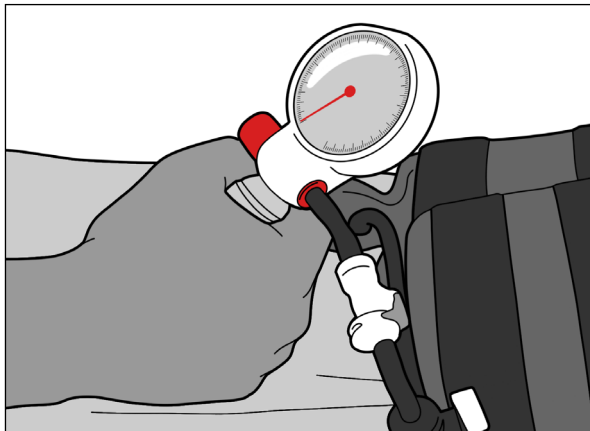

Fig. 24
2. Roter vredet i riktning bort från dig (Fig. 24).